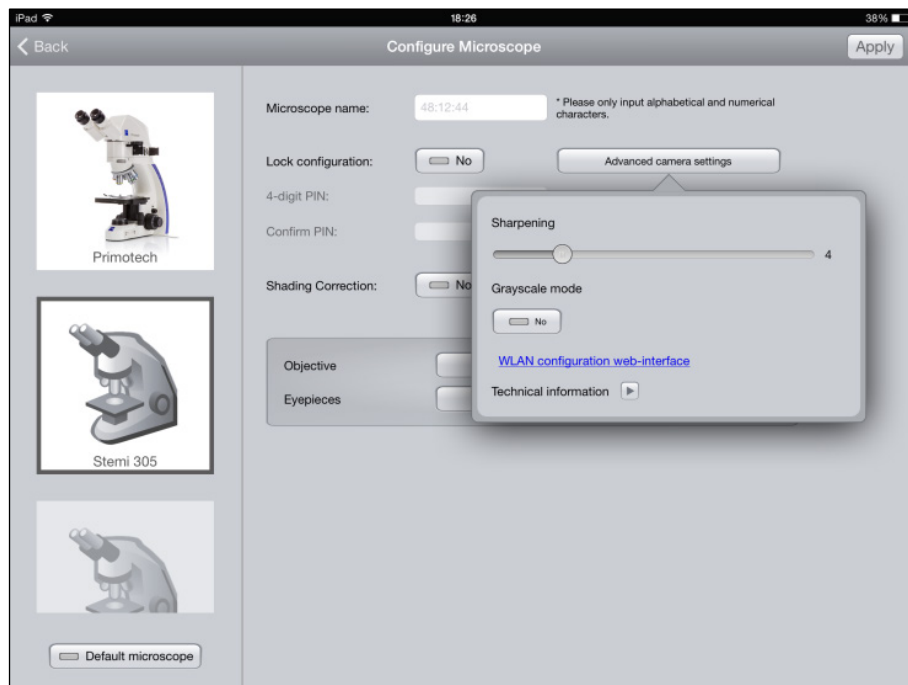

Figura 8 Site de configuração do Stemi 305 cam
- Iniciar o app Labscope no iPad (vide Figura 8).